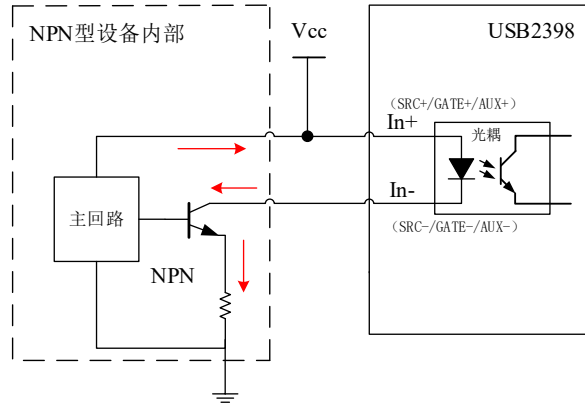

图 3-5-3 NPN 集电极开路输出
**NPN 集电极开路输出**（也称作漏型输出，当逻辑 1 时输出电压为 0V，如图 3-5-3 所示）